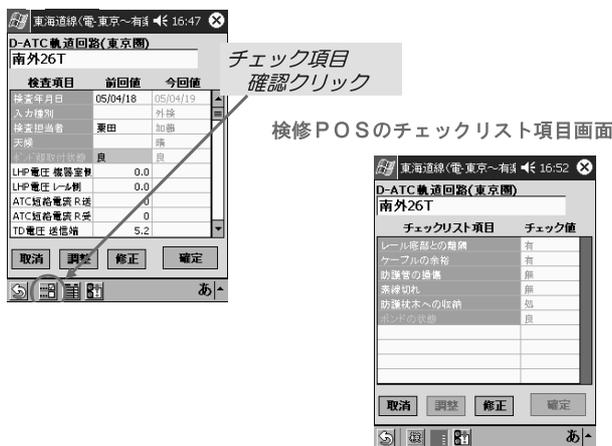

図10 チェックリスト項目の画面
- ③. チェックリスト項目が確認できる。(図10)
①前回データとの比較
図10の画面は軌道回路の検査画面です。軌道回路の検査項目には「ボンド類取付状態」という項目がありますが、経験の浅い検査員などはどこを見て「取付状態の良否」を判定したら良いのか分からないような場合、検査画面の下部の「チェック項目確認マーク」をクリックすることで、チェックリスト項目画面が表示され、各項目に従って状態を確認します。チェックリストの項目は、ボント類をただ見るだけでなく、手で引っ張ったり、触ったりしないと確認出来ない項目を入れてあります。例えばレール底部との接触の有無や、防護管の損傷、ボンドの素線切れなどの項目を確認してはじめて、「ボンド類取付状態」の検査項目に「良」と入力する仕掛けにしています。